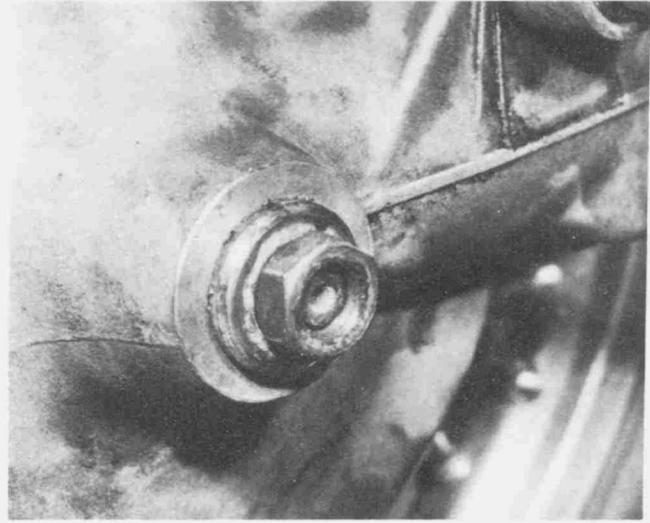

Bild 305
- Die Steckachsen-Mutter auf der rechten Seite ab-drehen und die Mutter sowie die Unterlegscheibe abnehmen (Bild 305).